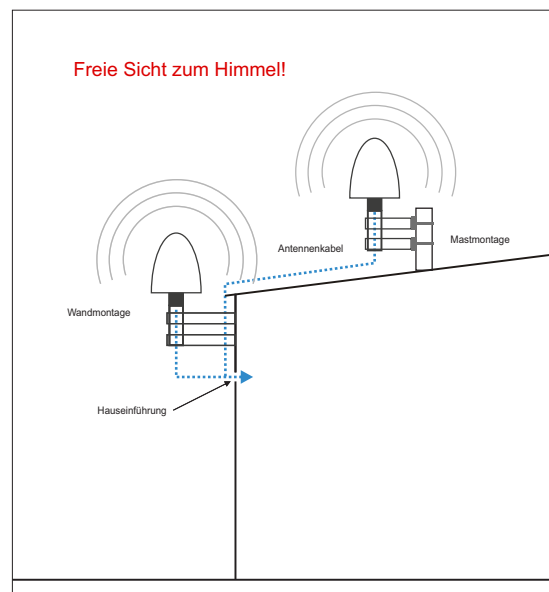

Abb. 1: Optimale Positionierungen
Um ausreichend Satelliten zu empfangen, wählen Sie einen Standort, der eine unverbaute Sicht in alle Himmelsrichtungen ermöglicht (Abb. 1), da es ansonsten zu Problemen bei der Synchronisation Ihres Meinberg-Zeitserver kommen kann.
Für eine optimale 360°-Sicht der Antenne empfiehlt Meinberg die Dachmontage an einem geeigneten Metallmast (siehe rechte Antennendarstellung, Abb. 1). Ist diese nicht möglich, sollte eine wandmontierte Antenne an einem Gebäude, ausreichend hoch über der Gebäudetraufe, montiert werden (siehe linke Antennendarstellung, Abb. 1).
- Vertikale Montage der Antenne (siehe Abb. 1)